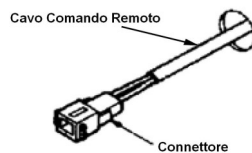
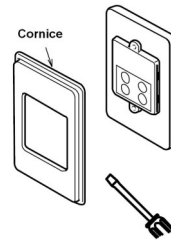

Fig. 2
Fig. 3
3. Inserite il cavo del comando remoto in dotazione nel foro assicurandovi che il terminale con il connettore sia il più vicino possibile al comando remoto (Fig.2).
4. Rimuovete la cornice del comando remoto facendo attenzione a non rovinarlo (Fig.3).
3. Collegate questo connettore al cavo di collegamento “EZ” al capo marcato “To EZ Connect” dell’unità Master (Fig.2). L’altro capo del cavo di collegamento “EZ” marcato “To PCB” deve essere collegato alla presa libera che si trova sulla sommità del PCB dell’unità Slave (Fig.2 e Fig.3).
5. Procedere con la sostituzione del collettore di alimentazione del gas tramite i seguenti passaggi (Fig.2):
- scollegare i connettori dell'elettrodo (E) e dei due sensori di fiamma (F);
- rimuovere le viti di fissaggio del collettore gas (Y);
6. Collegare il micro manometro digitale alla presa di prelievo pressione (P) del collettore gas.